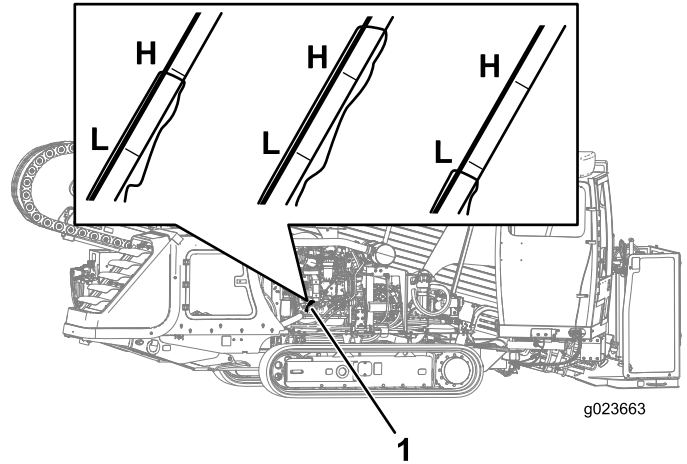

Figura 88
3. Retire la varilla (Figura 88) y límpiela con un trapo.